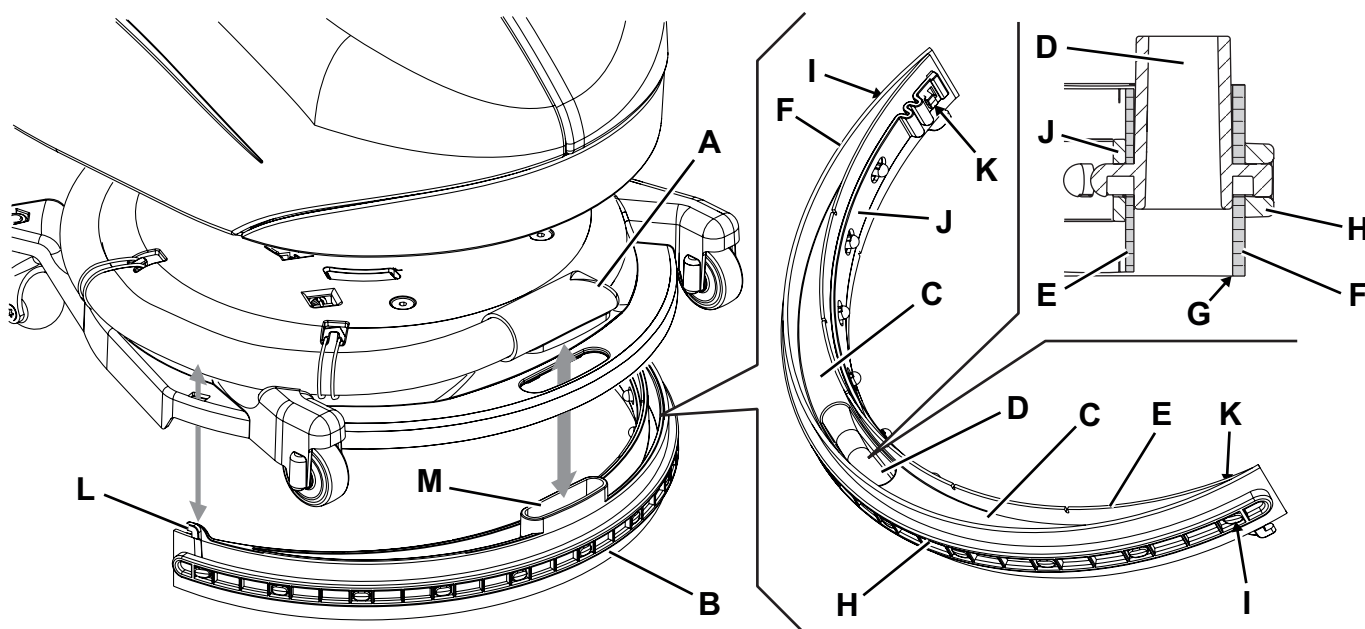

Figure 7
2. Contrôler que la manette (31) du sélecteur de fonctions soit en position « 0 ».
3. Tourner la tête porte-brosses / plateaux support disque (12) dans le sens contraire aux aiguilles d'une montre jusqu'à fin de course.
4. Déconnecter le tuyau d'aspiration (A, Fig. 7) de l'embouchure.
5. Dégager l'embouchure (B) de la tête.
6. Laver et nettoyer l'embouchure. Nettoyer en particulier les compartiments de convoyage (C) et l'orifice d'aspiration (D) de la saleté et des déchets.
7. Contrôler que la lamelle en caoutchouc avant (E) et la lamelle en caoutchouc arrière (F) sont intactes et qu'elles ne présentent pas de coupures ou déchirures ; dans le cas contraire, les remplacer (voir la procédure au paragraphe suivant).
2. Contrôler si la lamelle en caoutchouc avant (E, Fig. 7) et la lamelle en caoutchouc arrière (F) sont intactes et qu'elles ne présentent pas de coupures ou déchirures ; en cas contraire, les remplacer selon les instructions suivantes. Contrôler que l'arête (G) de la lamelle en caoutchouc arrière n'est pas usée ; en cas contraire, tourner la lamelle en caoutchouc, en remplaçant l'arête usée avec l'une des trois arêtes intactes. Si toutes les arêtes sont usées, remplacer la lamelle en caoutchouc en procédant comme suit :
- Dégager la barre élastique de fixation (H) des dispositifs de retenue (I).
- Remplacer (ou renverser) la lamelle en caoutchouc arrière (F), puis remonter la barre élastique de fixation.
- Dégager la barre de fixation (J) des dispositifs de retenue (K).
- Remplacer (ou renverser) la lamelle en caoutchouc avant (E), puis remonter la barre de fixation.
3. Installer l'embouchure (B) en insérant avec soin les crochets (L) et l'orifice d'aspiration (M) dans les logements de la tête porte-brosses.
4. Connecter le tuyau d'aspiration (A) à l'embouchure.